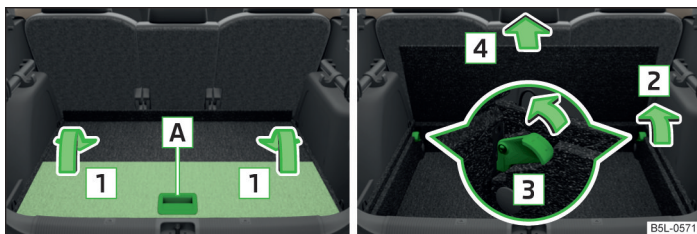

Fig. 87 Plegar/retirar el suelo de carga variable
- Agarre el suelo de carga variable por el tirador **A** y pliéguelo en el sentido de la flecha **1** » fig. 87.